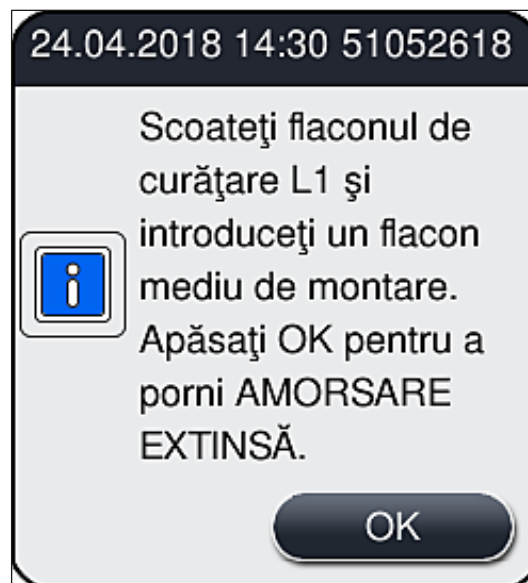

Fig. 105
- » Apoi, utilizatorului i se indică să îndepărteze flaconul de curățare din instrument și să introducă un nou flacon cu mediu de montare. După introducere, confirmați mesajul de informare (→ Fig. 105) cu **OK**. Eliminați conținutul flaconul de curățare în conformitate cu reglementările de laborator.